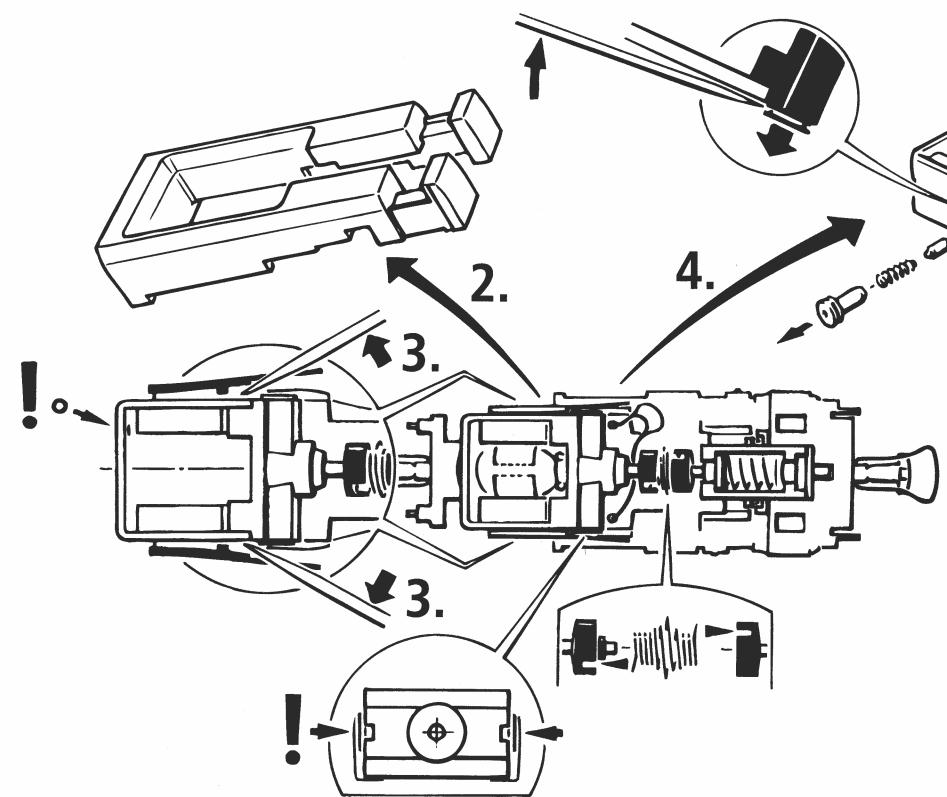
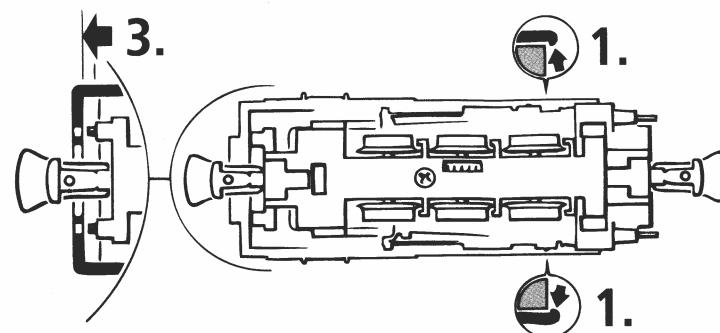
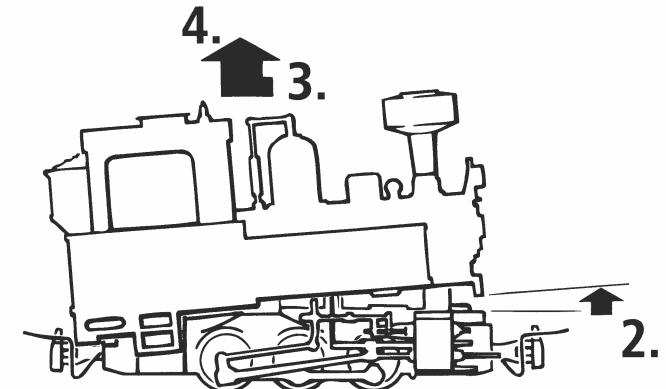

Fig. 6
Fig. 2
Fig. 4
Um einen optimalen Lauf der Lokomotive zu gewährleisten bitten wir Sie, **vor erstmaliger Inbetriebnahme die Lager der Kuppelstangen zu ölen** (siehe Fig. 6).
**1. Reinigung der Radstromkontakte:** Radstromkontakte können auf unsauberem Schienen leicht verschmutzen. Bitte entfernen Sie vorsichtig mit einem kleinen Pinsel den **Schmutz** an den in Fig. 4 gekennzeichneten Stellen. Dazu zuerst das Lokgehäuse abnehmen (Fig. 2).
**2. Schmierung:** Versehen Sie die im Schmierplan in Fig. 6 gekennzeichneten Stellen mit nur **kleinen Öltropfen**. Dazu zuerst das Lokgehäuse abnehmen (Fig. 2). Wir empfehlen den ROCO-Öler Art. Nr. 10906. Zur Schmierung der Getriebeteile (Zahnräder, Schnecke) empfehlen wir das **Roco-Spezialfett 10905**. Im Falle der Schmierung diese Teile bitte nicht ölen.
**3. Kohlebürstenwechsel:** Lokgehäuse abnehmen (Fig. 2). Danach wird der **Motor ausgebaut** und die **Kohlebürsten** ausgewechselt (Fig. 5).
Veuillez huiler légèrement les paliers de l'emballage de votre locomotive avant sa première mise en service sinon il y a risque de mauvaises qualités de marche ou même de dommages au mécanisme moteur de la machine (voir fig. 6).
Les lames de contact risquent de s'encrasser rapidement sur des voies poussiéreuses. Veuillez enlever la poussière aux endroits marqués à la fig. 4 à l'aide d'un petit pinceau souple après avoir démonté la caisse de la locomotive (fig. 2).
**2. Graissage:** N'appliquez qu'une tout petite goutte aux endroits indiqués par le plan de graissage (fig. 6) après avoir démonté la caisse de la locomotive (fig. 2). Nous vous recommandons le graisseur à huile ROCO réf. 10906. Pour graisser les engrenages (roues dentées, vis sans fin – fig. 5) nous vous conseillons la graisse spéciale Roco ref. 10905 pour engrenages en matières synthétiques. Lorsque vous utilisez cette graisse il faut éviter d'huiler ces composants.
Démontez la caisse (voir fig. 2). Démontez ensuite le moteur et échangez le balais (fig. 5).
**Before taking into service** your model these bearings of the coupling rods must be oiled as otherwise there would be the risk of bad running qualities or damage on the locomotive (see fig. 6).
**1. Cleaning of wheel contacts:** Wheel contacts easily get dirty on tracks which are not entirely clean. Use a small brush to **remove dirt** from spots marked in fig. 4. Prior to cleaning the removable loco body (fig. 2).
**2. Lubrication:** Apply **tiny oil drops** to spots marked in fig. 6. Prior to lubrication dismantle locomotive (fig. 2). We recommend using item no. 10906, **Roco oiler**. For lubrication the gear-parts (e.g. cog-wheels, worm) we would recommend our Roco **special grease** (item No. 10905). Attention: Please do not oil these parts when using our grease.
**3. Carbon Brush Changing:** First **remove** loco body (fig. 2), and then the **motor** (fig. 5).
voir } Fig. 6